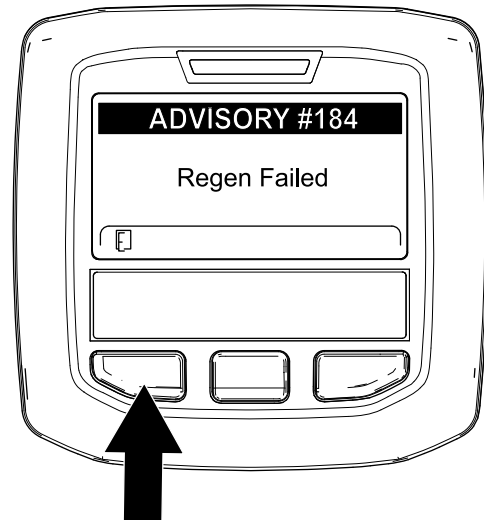

Bild 69
**Hinweis:** Wenn die Regenerierung nicht abgeschlossen wird, wird im InfoCenter „Advisory #184“ (Bild 69) angezeigt. Drücken Sie die linke Taste, um den Begrüßungsbildschirm anzuzeigen.